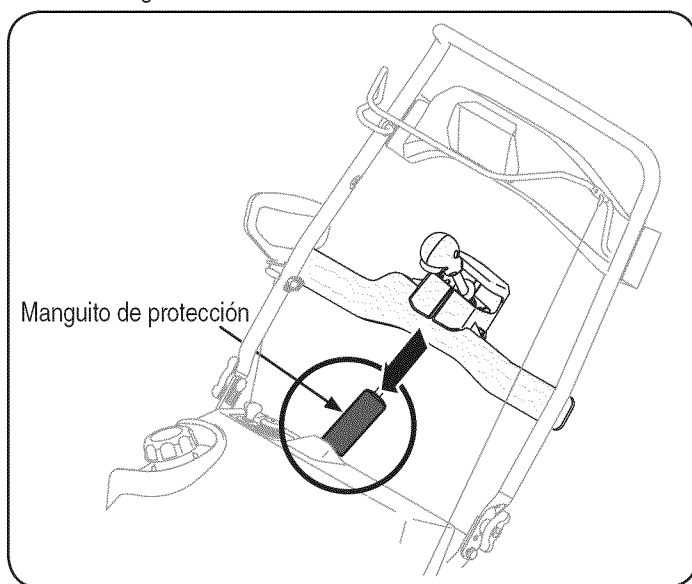

Figura 9
14. Deslice el manguito de protección sobre la junta universal. Vea la Figura 9.